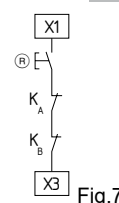

Fig.7
**Botão Reset externo (sem detecção de flanco) (ver Fig. 7)**